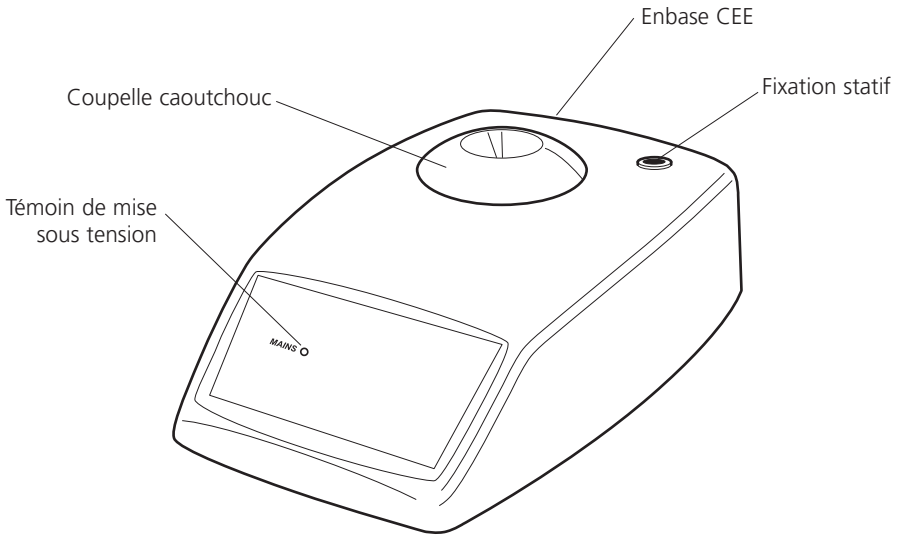

Figure 1: Version vitesse constante
**Version vitesse constante V-100 (voir Fig 1.)**